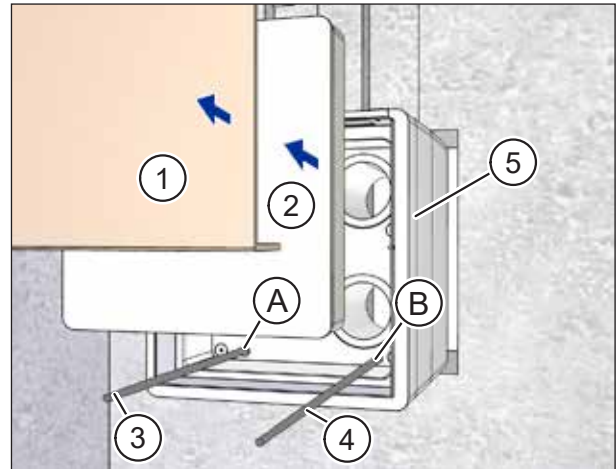

Abb. 21: Mauerkasten einsetzen
- ▶ Entfernen Sie den Putzschutzdeckel (Pos. 1 in Abb. 21) und den Schutzdeckel (Pos. 2 in Abb. 21) vom Mauerkasten (Pos. 5 in Abb. 21).
- ▶ Fädeln Sie das Netzkabel (Pos. 3 in Abb. 21) durch den Kabeleinlass A im Mauerkasten (Pos. A in Abb. 21).
- ▶ Durchstoßen Sie ggf. mit einem Schraubendreher den verschlossenen Kabeleinlass B (Pos. B in Abb. 21).
- ▶ Fädeln Sie ggf. das Steuerkabel (Pos. 4 in Abb. 21) durch den Kabeleinlass B im Mauerkasten (Pos. B in Abb. 21).
- ▶ Schieben Sie den Mauerkasten (Pos. 5 in Abb. 21) vollständig in den Mauerdurchbruch.
- ▶ Kontrollieren Sie, dass der Schutzdeckel (Pos. 2 in Abb. 21 auf Seite 27) vor dem Einschäumen eingesetzt ist.